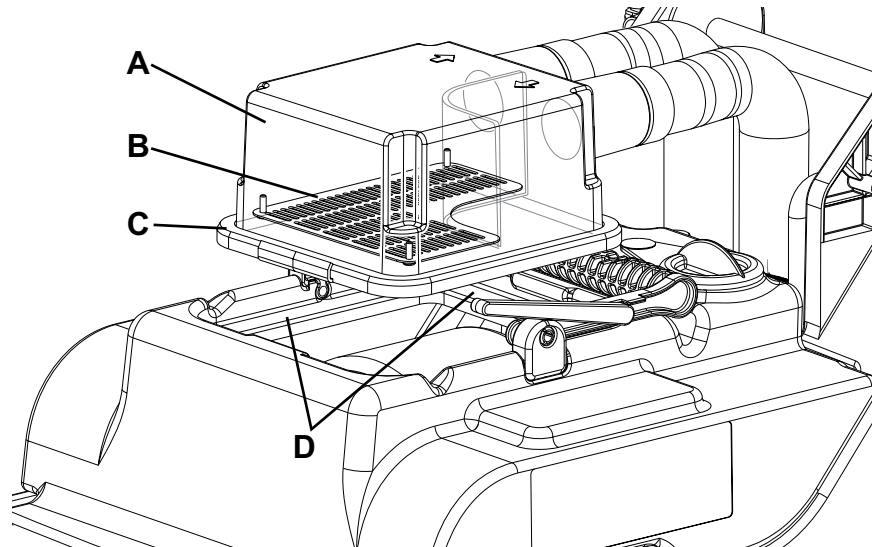

Abbildung 3
2. Überprüfen, ob das Netzkabel (10) vom Stromnetz getrennt ist.
4. Durchsichtigen Deckel (A, Abb. 3) anheben und sorgfältig reinigen.